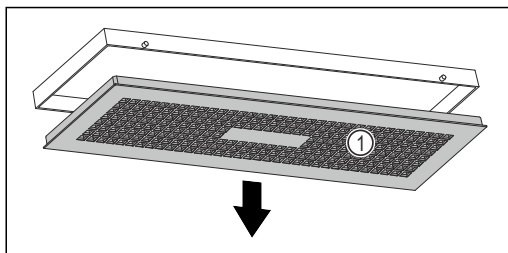

Fig. 112
- ▶ 握住盖板 Fig. 112 (1)，慢慢向下转动储水盒。
- ▶ 取出盖板 Fig. 112 (1)。